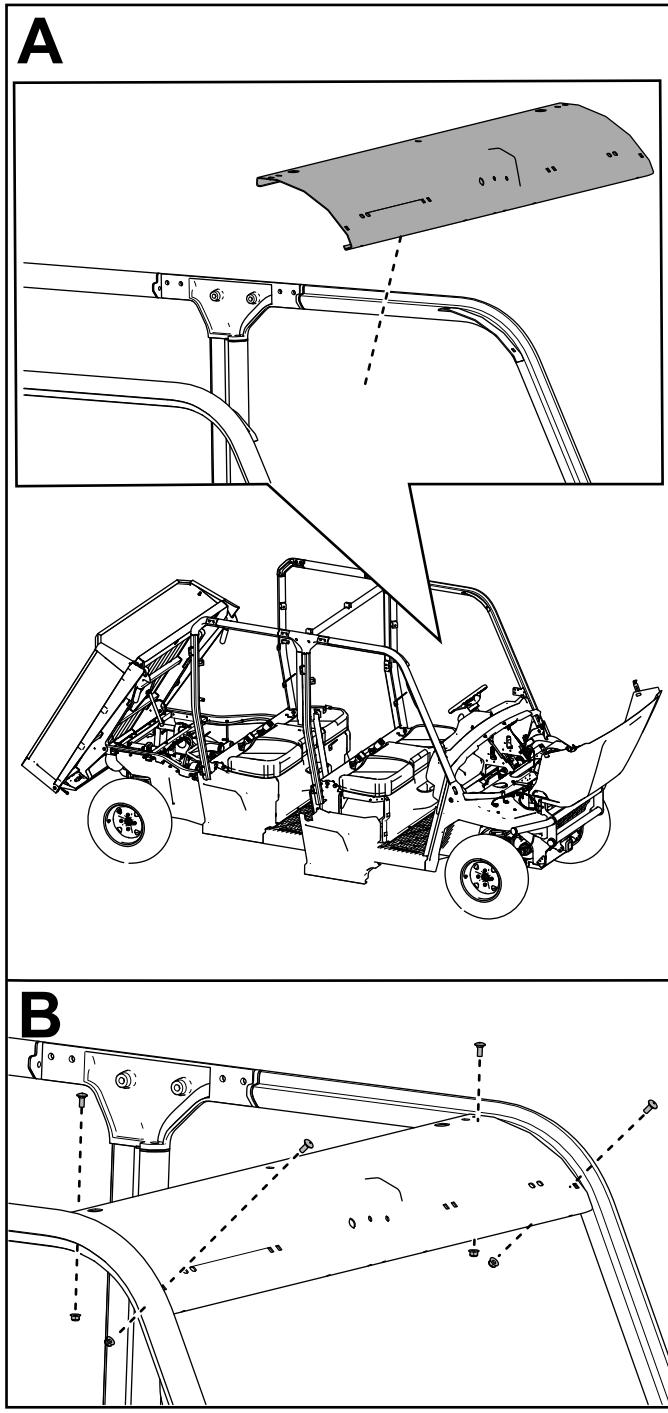

Bild 48
15. Befestigen Sie die vordere Querverbindung mit vier Schlossschrauben (5/16" x $\frac{3}{4}$ ") und vier Sicherungsmuttern (5/16") an den vorderen Überrollbügeln, wie in Bild 48 dargestellt.